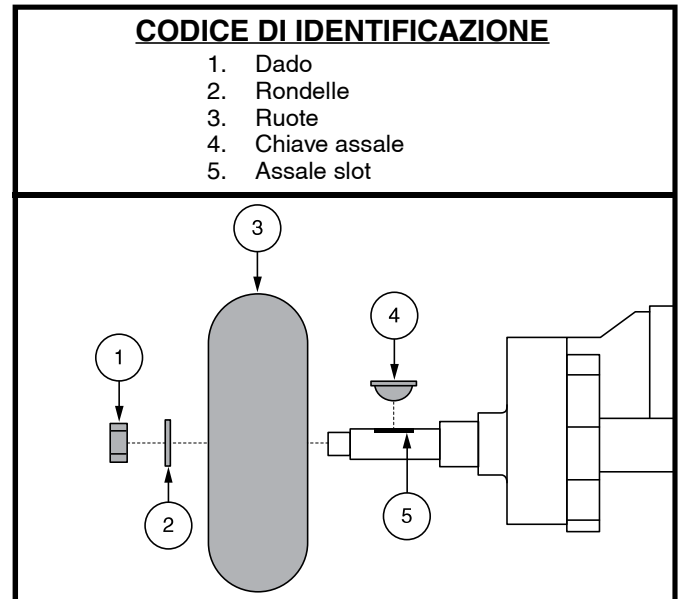

Figura 38. Rimozione di ruote a gomma solida
3. Rimuovere il cappuccio, dado e rondelle dall'assale della ruota. **Vedere figura 38.**